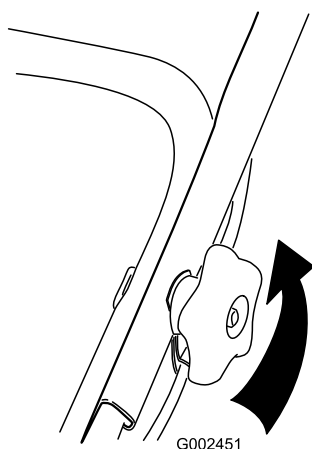

Bild 52
1. Lösen Sie die Bügelhandräder, bis Sie den oberen Bügel ungehindert bewegen können (Bild 52).